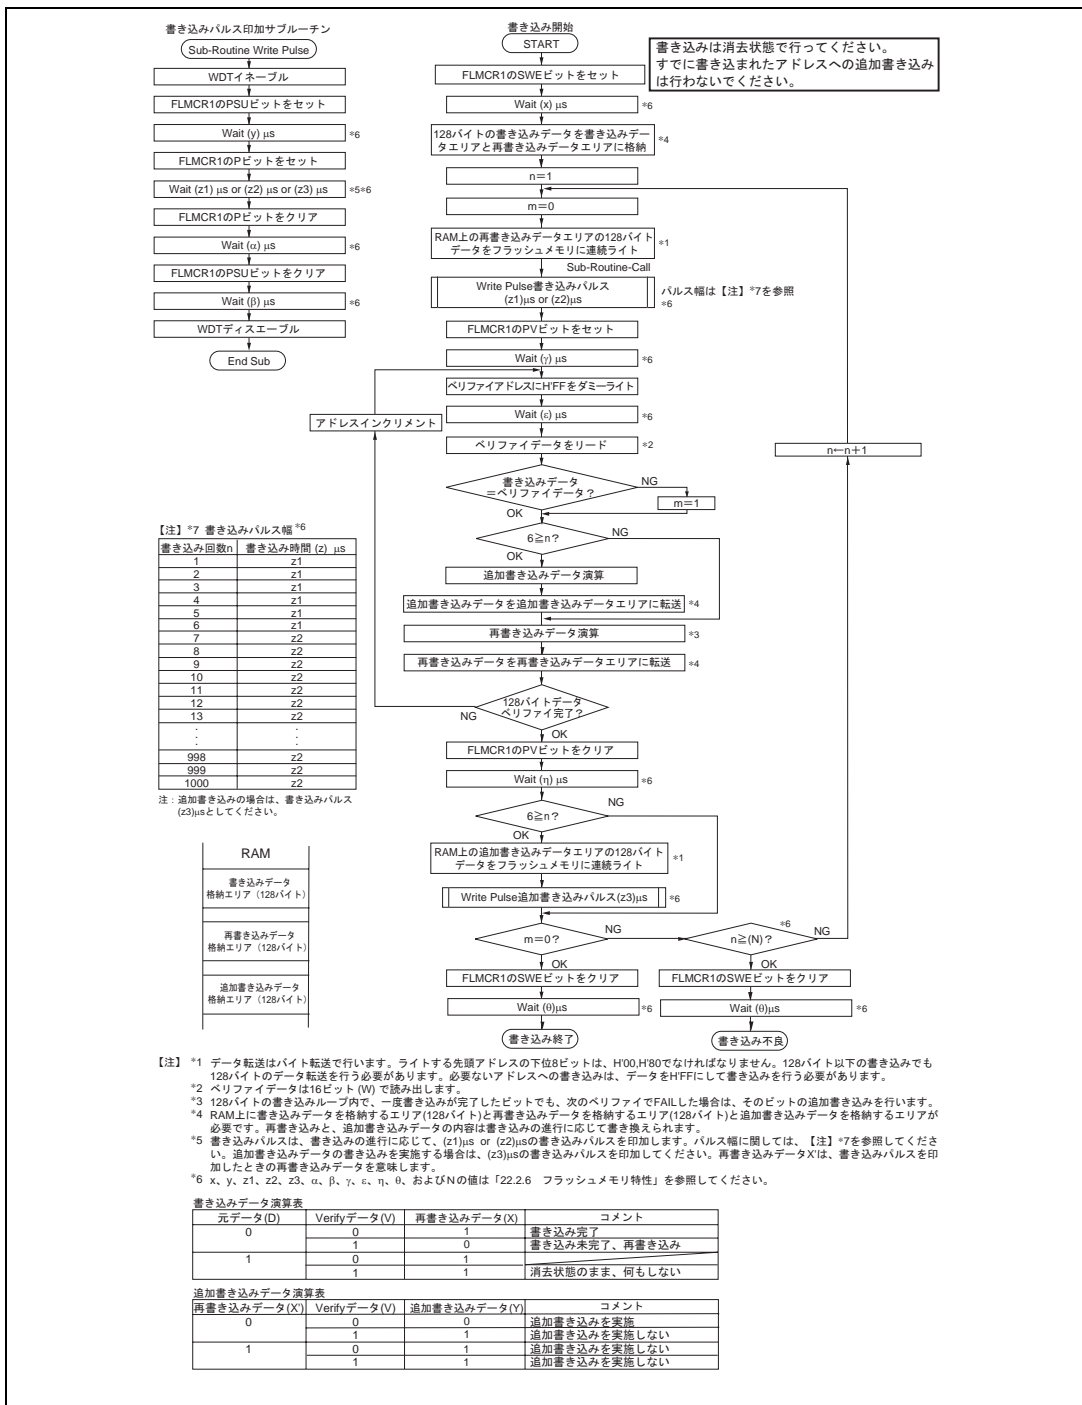

図 19.41 プログラム/プログラムベリファイフロー
フラッシュメモリへのデータ / プログラムの書き込みを行う場合は、図 19.41 に示すプログラム / プログラムベリファイフローチャートに従って行ってください。このフローチャートに沿って書き込み動作を行えば、デバイスへの電圧ストレスやプログラムデータの信頼性を損なうことなく、フラッシュメモリへデータ / プログラムの書き込みを行うことができます。また、1 回の書き込みは、128 バイト単位で行ってください。
一定の書き込み時間経過後、書き込みモードを解除 (FLMCR1 の P ビットを 0 にクリア後、 (α) μs 以上の時間が経過してから PSU ビットを 0 にクリア) します。ウォッチドッグタイマを (β) μs 以上の時間が経過してから解除し、FLMCR1 の PV ビットをセットすることで、動作モードはプログラムベリファイモードへ遷移します。プログラムベリファイモードでは、読み出す前に、読み出すアドレスにデータ HFF をダミーライトしてください。ダミーライトは (γ) μs 以上の時間が経過してから行ってください。この状態でフラッシュメモリを読み出す (ベリファイデータは 16 ビットで読み出す) とラッチしたアドレスのデータが読み出されます。このリード動作は、ダミーライト後、 (ε) μs 以上置いてから行ってください。次に書き込みデータとベリファイデータを比較し、再書き込みデータを演算 (図 19.41 参照) し、再書き込みデータを再書き込みデータエリアに転送します。128 バイト分のデータのベリファイが完了後、プログラムベリファイモードを解除し、 (η) μs 以上の待機時間を置いて、FLMCR1 の SWE ビットを 0 にクリアし、 (θ) μs 以上待機時間を置いてください。再度書き込みが必要な場合は、再度プログラムモードに設定し、同様にプログラム / プログラムベリファイシーケンスを繰り返してください。ただし、同一ビットに対するプログラム / プログラムベリファイシーケンスの繰り返しは、 (N) 回を超えないようにしてください。